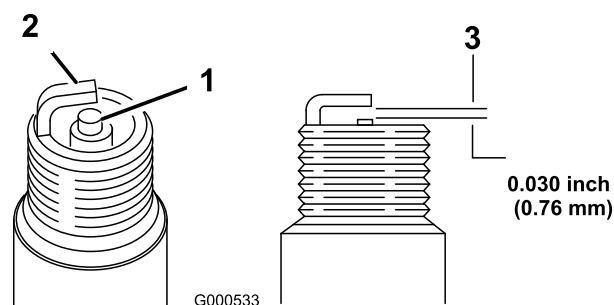

Figura 30
1. Mire la parte central de las bujías (Figura 30).
2. Compruebe la separación entre los electrodos central y lateral (Figura 30) y doble el electrodo lateral si la separación no es correcta.